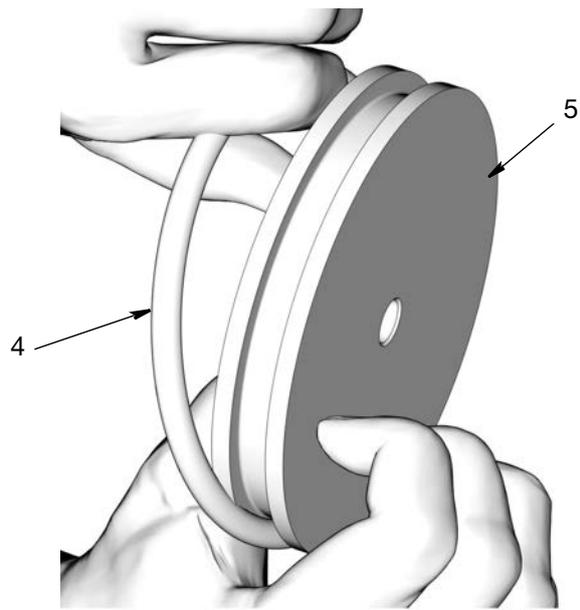

FIG. 23
- c. Rimuovere l'O-ring (4) dal pistone (5) (FIG. 23).